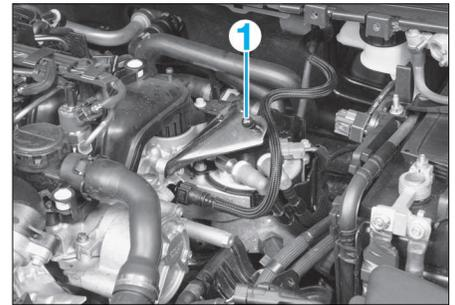

FIG. 41
- le support du cache moteur (1) (Fig.41).